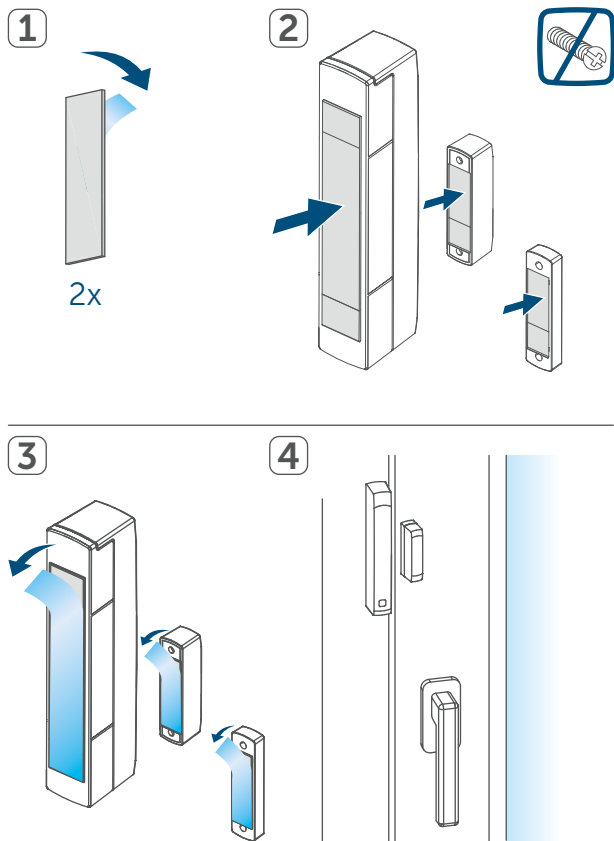

Abbildung 11
- Bringen Sie den großen doppelseitigen Klebestreifen auf der Rückseite der Halterung (H) an (s. „Abbildung 11“) und drücken Sie das Gerät an die gewünschte Position.